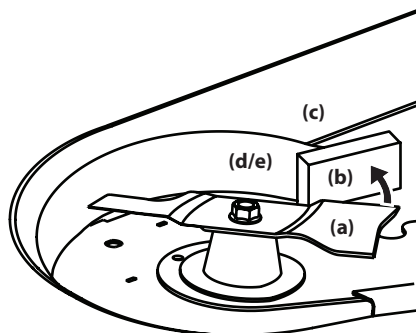

Figure 4-21
3. Enveloppez un chiffon autour de la lame (a) et retenez la lame (a) pour l'empêcher de tourner, ou immobilisez la lame (a) en plaçant un morceau de bois (b) entre la lame (a) et le boîtier du plateau de coupe (c). Voir Figure 4-21.